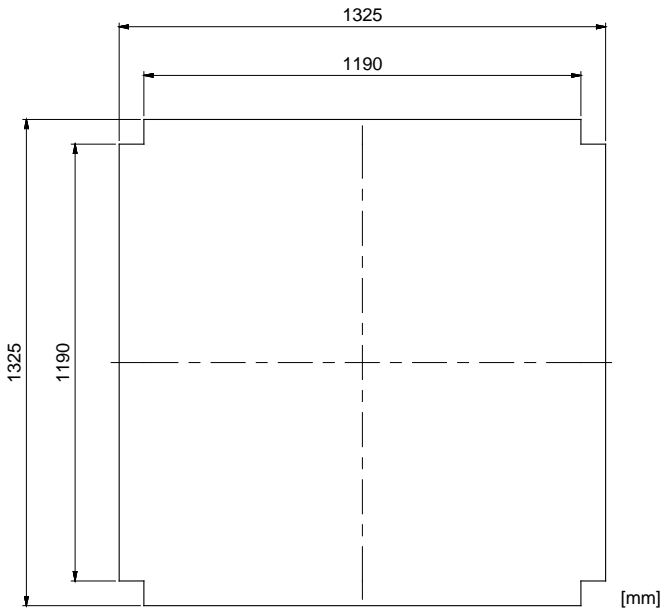
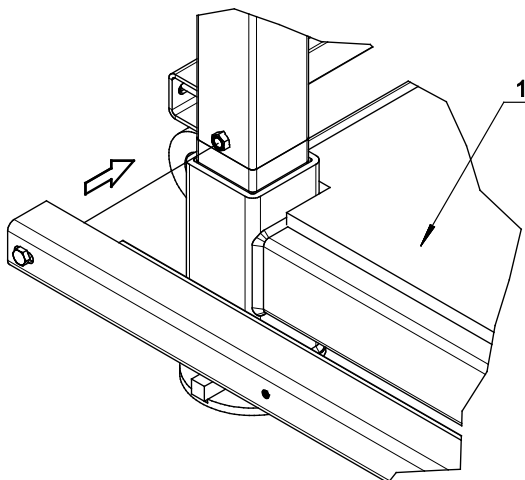

Abbildung 21. Maße für die Bodenschalung aus Sperrholz.
Abbildung 22. Beispiel für die Platzierung der Unterstützungsträger.
5.1 Stellen Sie sicher, dass alle vier Eckenpfosten korrekt in den unteren Rahmen eingesetzt sind. Schneiden Sie eine 18 mm Schalungssperrholzplatte gemäß EN 636-3 in die in Abbildung 21 gezeigte Form und platzieren Sie sie in der Mitte des unteren Rahmens. Schrauben Sie die acht Unterstützungsträger in die Schweißmuttern an den Eckenpfosten. Verwenden Sie die an den Unterstützungsträgern angebrachten Schrauben. Siehe Abbildung 22. In diesem Schritt ist es nicht notwendig, die Schrauben festzuziehen.